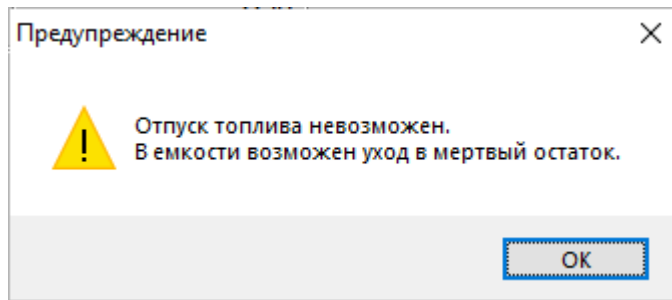

Рисунок 22. Предупреждение о возможном достижении мертвого остатка.
- **Обнаружение возможного достижения мертвого остатка в емкости перед отгрузкой** – если установлена галочка, то при попытке отгрузить объем нефтепродукта, уводящий в мертвый остаток, появится уведомление (рисунок 22):